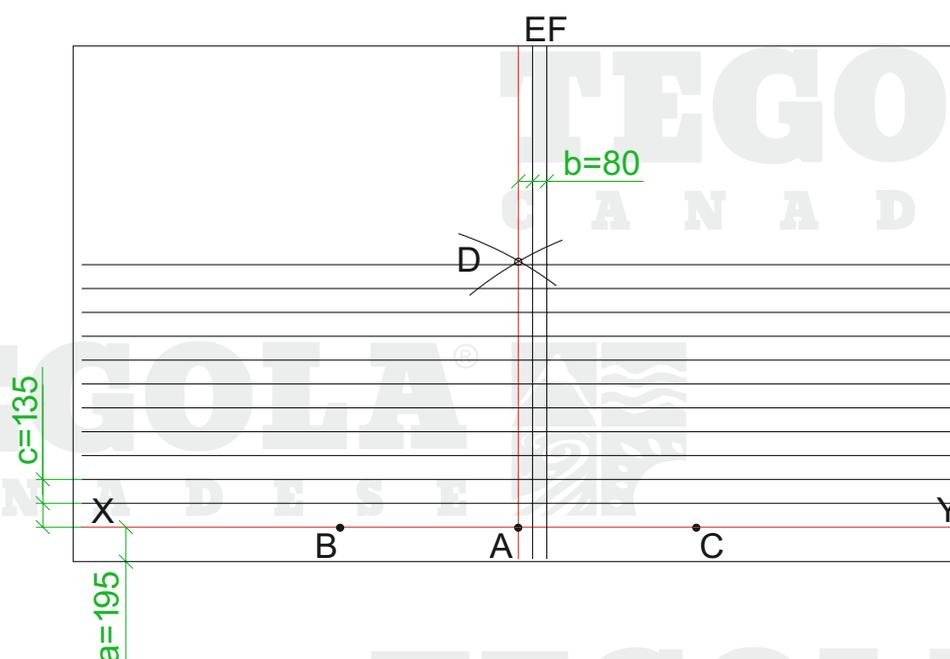

Fig. 1 - Tracciamento della copertura
- ♦ Partendo dalla linea xy tracciare delle linee orizzontali e parallele alla stessa, ad una distanza di 135 mm fra di loro fino ad arrivare al colmo (fig.1).